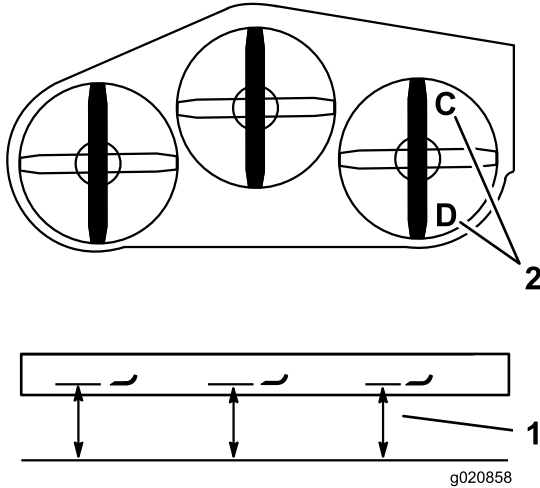

Figura 82
1. Coloque la cuchilla derecha en posición longitudinal (Figura 82).
2. Mida la cuchilla derecha en la posición C desde una superficie nivelada hasta el filo de corte de la punta de la cuchilla, y anote esta medida (Figura 82).
3. Mida la cuchilla derecha en la posición D desde una superficie nivelada hasta el filo de corte de la punta de la cuchilla, y anote esta medida (Figura 82).
**Nota:** La cuchilla de corte debe estar entre 6 y 10 mm (¼" y 3/8") más baja en la posición C que en la posición D (Figura 82). Si la distancia no es correcta, continúe con los pasos siguientes.
2. Coloque la cuchilla derecha en posición longitudinal (Figura 82).